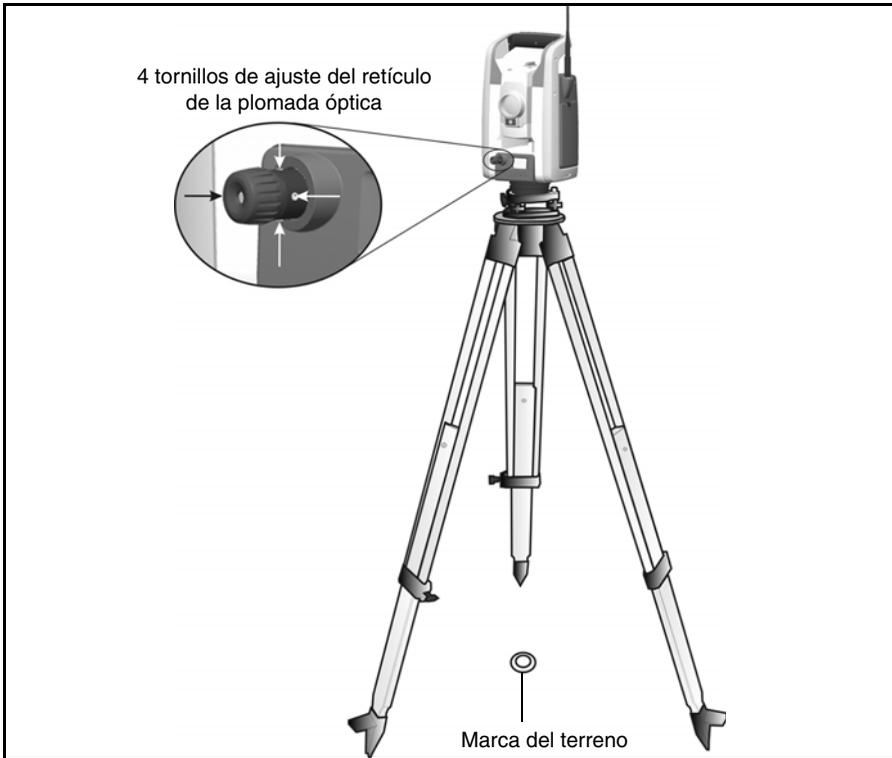

Figura 4.38 Ajuste de la plomada óptica
1. Establezca el instrumento y nivélelo sobre la marca del terreno, de modo que la altura del trípode sea de 1,5 m ($\pm 0,1$ m) (4,920 pies. ($\pm 0,328$ pies.)). Véase la Figura 4.38.